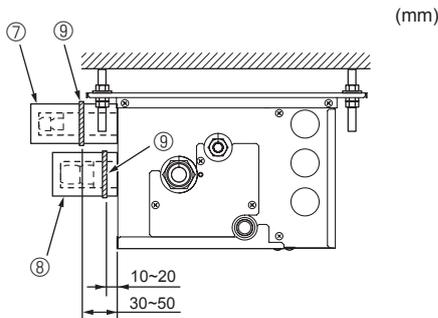

Fig. 7-4
- ⓕ Banda ⑨
- ⓖ Revestimentos dos tubos ③ ④ ⑤ ⑥
► Execute os procedimentos que se seguem para os componentes da caixa de derivação que não estão ligados a uma unidade interior. (Fig. 7-4)
- (1) Para evitar fugas de refrigerante, certifique-se de que as porcas afuniladas estão apertadas de acordo com os binários de aperto especificados* na Tabela 3.
- (2) De modo a evitar condensação, instale os revestimentos ⑦ ⑧ da tubagem e aperte-os com as bandas fornecidas ⑨.